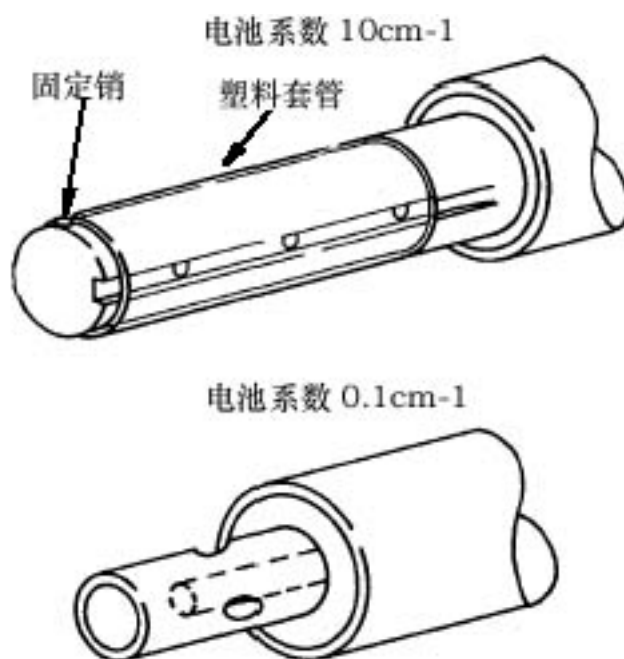

图 19、传感器的浸液部分
电极（传感器浸没在液体中的部分，图 19）上的沉淀物会严重影响传感器的精度。
- 6、使用电池系数  $10\text{cm}^{-1}$  的传感器，将塑料套管滑过固定销而拆下套管（见图 19）。清洗塑料套管的两侧。